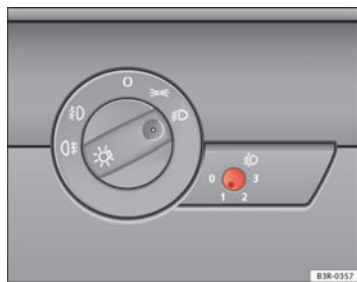

Fig. 89 Dispositif de réglage du site des projecteurs
- Appuyez brièvement sur le bouton  ⇒ fig. 89 afin de le dégager de sa position de réglage.